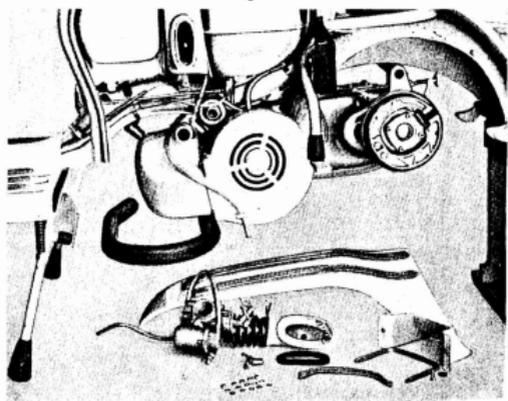

Fig. 15
- 22 Desmontar el carburador con el fuelle: separar el cable del gas—aflojar el tornillo de sujeción del carburador sobre la pipa (llave de 6)—, sacar el fuelle de la pipa de aspiración—sacar el tubo de alimentación de la mezcla y desatornillar el mando del starter (llave de 10)—, sacar el carburador con el fuelle (véase fig. 15).